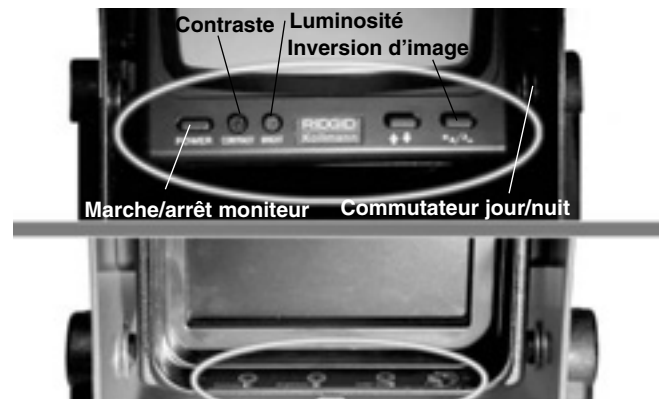
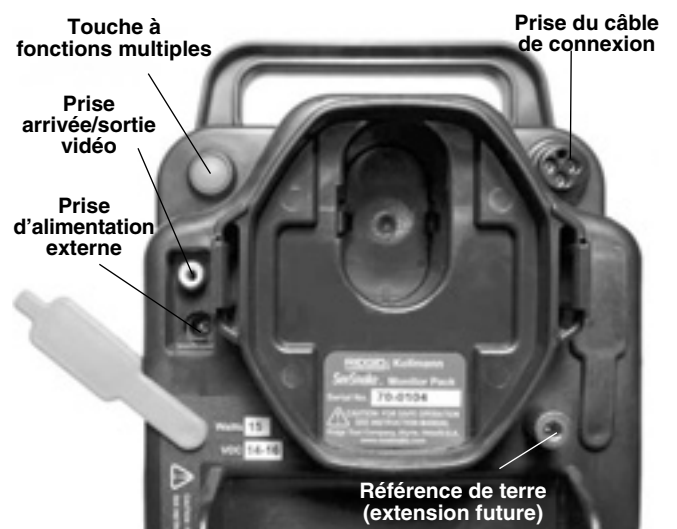

Figure 6 – Commandes des moniteurs noir et blanc (haut) et couleur (bas)
Figure 7 – Panneau arrière du bloc moniteur
Commandes du moniteur – La luminosité et le contraste peuvent être réglés à l'aide des commandes qui se trouvent sur le moniteur. Le moniteur noir et blanc comprend également un inverseur d'image et un commutateur jour/nuit qui permettent de mieux régler l'image de l'écran (Figure 6).
Touche à fonctions multiples (rouge) (Figure 7) – Cette touche permet les fonctions suivantes :
Appuyez momentanément sur la touche à fonctions multiples au dos du bloc moniteur (*Figure 7*) pour alimenter le système. Le témoin DEL rouge doit alors s'allumer. Une image devrait apparaître à l'écran du moniteur au bout de quelques secondes. Si non, assurez-vous que l'interrupteur de l'appareil se trouve bien en position 'marche' (ON) (*Figure 6*). Pour éteindre le système, appuyez momentanément sur la touche à fonctions multiples.
Si nécessaire, servez-vous des commandes en façade du bloc moniteur pour parfaire l'image (*Figure 6*).